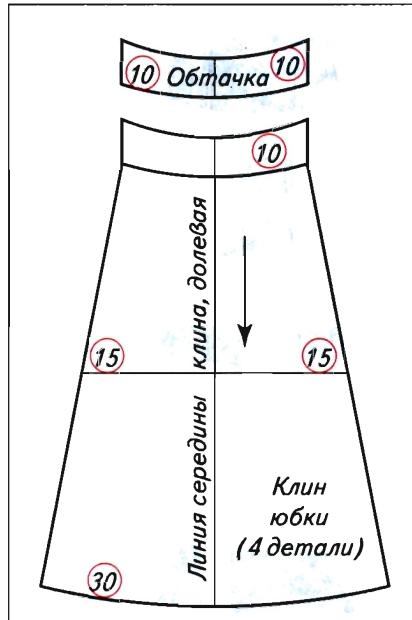

Рис. 15. Выкройка клиньевой юбки
4. Вырежьте детали выкройки (рис. 15).